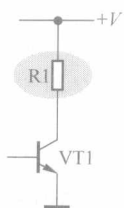

图 1-4 直流电压供给电路之一
(1) 同类电路分析之一。图 1-4 所示是一种直流电压供给电路,这一电阻直流电压供给电路工作原理是:通过 R_1 将直流电压 $+V$ 加到三极